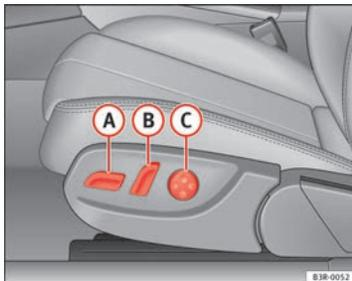
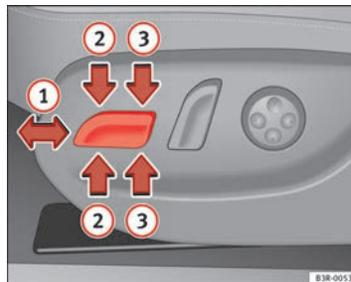

Abb. 104 Vordersitz: Bedienelemente zum Einstellen
Abb. 105 Vordersitz: Schalter für Sitzverstellung
- Bewegen Sie den Schalter **A** ⇒ Abb. 104 nach vorn oder nach hinten **1** ⇒ Abb. 105 ⇒ **△**.